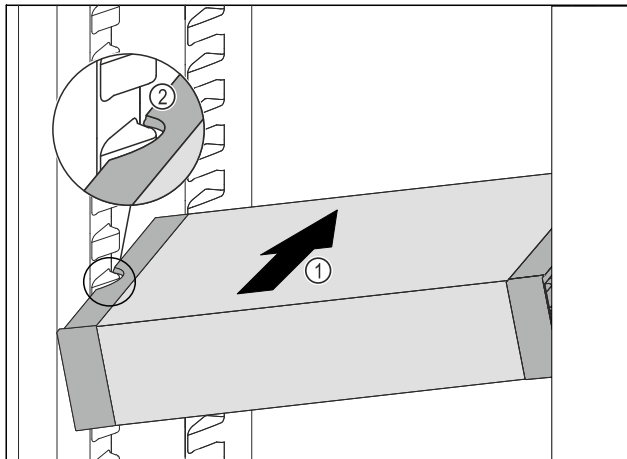

Fig. 85
- Introduzca el VarioSafe en posición oblicua en el compartimento del frigorífico Fig. 85 (1) hasta que los huecos laterales Fig. 85 (2) del VarioSafe se encuentren a la altura de la nervadura del recipiente en el compartimento frigorífico.